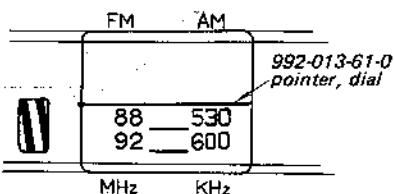

Fig. 2-8.
1. Die richtige Länge des Skalenseiles (Fig. 2-8 (a)).
2. Drehen der Skalentrommeln in die Position wie in Fig. 2-8 (c) u. die Skalenseiltrommel ganz nach rechts.
3. Verknoten des freien Endes vom Skalenseil an den Halter A auf der Skalenseiltrommel u. Verlegen des Skalenseiles in folgenden Schritten (Fig. 2-8 (b)). Sollte der Halter abbrechen, wird an seine Stelle mit Hilfe einer Bohrmaschine ein Loch in die Trommel gebohrt und eine Schraube eingedreht, die als Halter verwendet werden kann.
5. Bei Drehen des Senderwahlknopfes nach rechts, muß über-prüft werden, ob der Zeiger in der richtigen Position ist (Fig. 2-8 (c)).